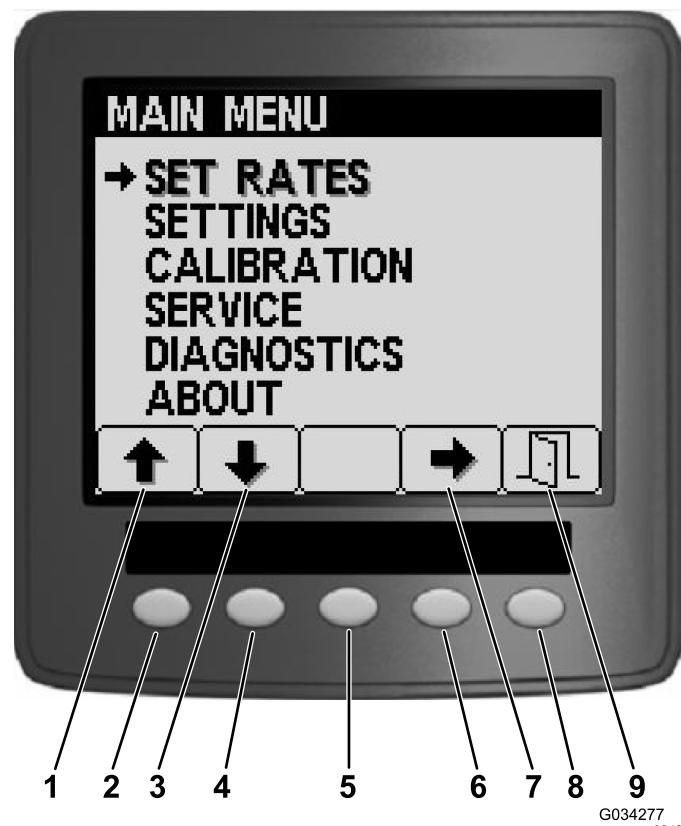
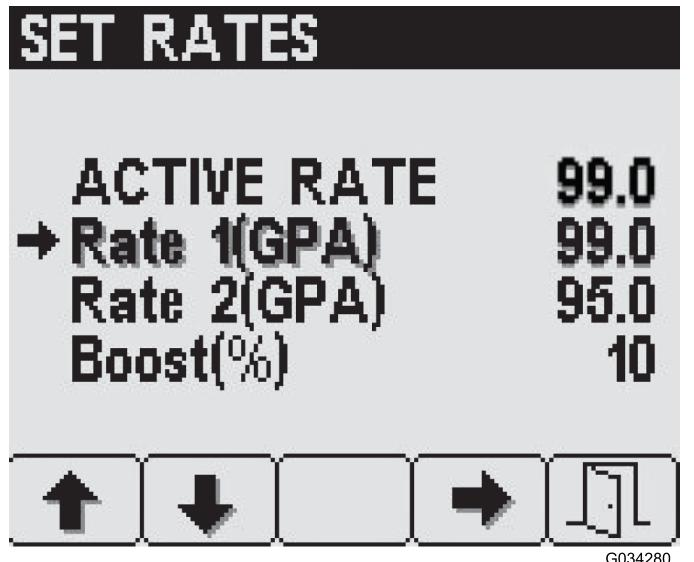

Figura 16
Figura 17
Desde la pantalla de Menú principal, puede acceder a la pantalla de Establecer caudales, Ajustes, Calibración, Mantenimiento, Diagnóstico o Acerca de (Figura 16).
Para acceder a la pantalla de Establecer caudales, pulse el botón 2 en la pantalla de Menú principal (Figura 16) hasta llegar a Establecer caudales, y pulse el botón 4 para seleccionar Establecer caudales (Figura 17).
1. Pulse el botón 1 o 2 hasta alcanzar el caudal deseado o el porcentaje del caudal de aumento deseada (Figura 17).
Para acceder a la pantalla de Ajustes, pulse el botón 2 en la pantalla de Menú principal (Figura 16) hasta llegar a Ajustes, y pulse el botón 4 para seleccionar Ajustes (Figura 19).